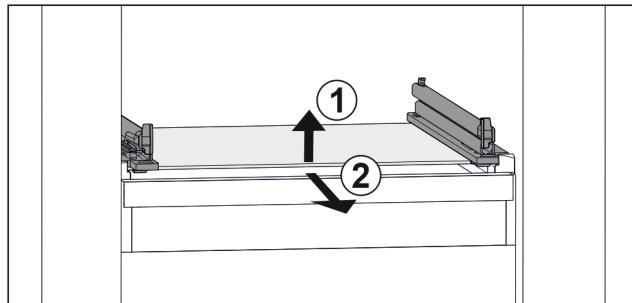

Fig. 98 Príklad zobrazenia sklenenej dosky
- Nadvihnite sklenenú dosku vpredu. Fig. 98 (1)
- Odoberte sklenenú dosku dopredu. Fig. 98 (2)